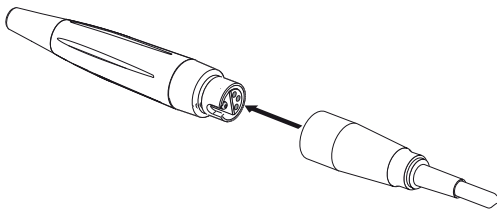

Fig. 4 Conexión de la pieza de mano
5. Conecte la pieza de mano con el cable de conexión, verificando que los contactos estén alineados entre sí (Fig. 4).